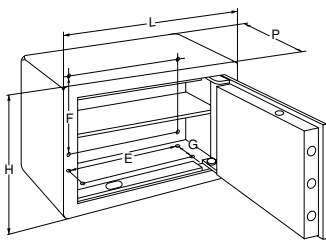

Fig. 1
- De kluis is van 4 bevestigingsgaten op de bodem en 4 op de achterwand voorzien (ø 10 mm). De positie van de boorgaten is afhankelijk van de afmetingen van de kluis. De afstand tussen de te boren gaten voor het bevestigen van de door u gekozen kluis moet met behulp van de tabel in fig. 1 bepaald worden en is afhankelijk van de afmetingen van de kluis zelf. Alle 8 bevestigingsgaten kunnen gebruikt worden.
Indien van de ijzeren steun gebruik wordt gemaakt (art. 07125-00 en art. 07125-01 alleen voor sommige versies beschikbaar), wordt de afstand tussen de te boren gaten met behulp van de tabel in fig. 1 bepaald. De kluis wordt met 4 schroeven M8 (worden meegeleverd) aan de steun bevestigd.